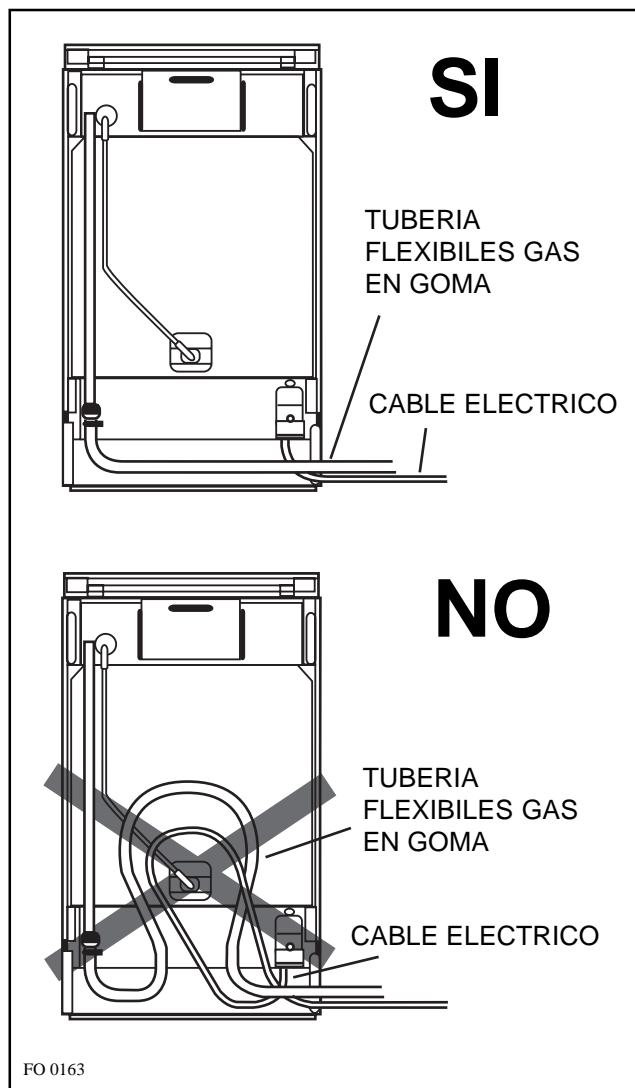

Fig. 24
- en ningún punto alcance una sobret temperatura (es decir una temperatura superior a la del ambiente) que supere los 30°C; si el tubo, para alcanzar la llave, tiene que pasar por detrás del aparato, debe ser colocado como en Fig.24.